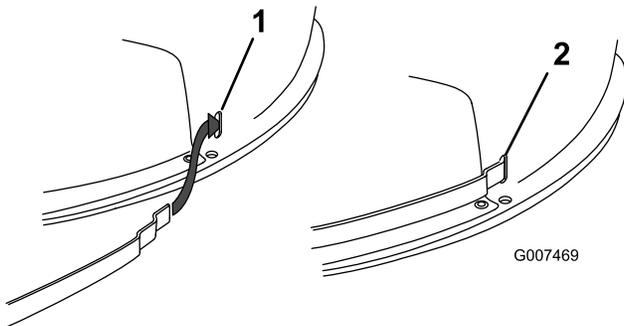

Figure 19
Remarque: N'enlevez pas les bandes du carter de tondeuse. Si une bande se détache du carter, insérez-la comme illustré (Figure 19).
16. Relevez le bac à herbe et remettez l'axe de chape, les 2 rondelles et la goupille fendue qui fixent le tube d'éjection à la plaque arrière (Figure 19).